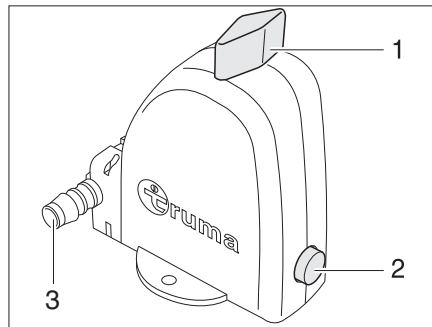

Fig. 307 Valve de sécurité et de vidange du chauffe-eau - Position de fonctionnement
Le chauffe-eau est équipé d'une valve de sécurité et de vidange (Fig. 307). La valve de sécurité et de vidange empêche que l'eau ne gèle dans le chauffe-eau lorsque le chauffage n'est pas allumé en cas de gel.
- ▷ Veiller à ce que la tubulure d'évacuation (Fig. 307,3) de la valve de sécurité et de vidange ne soit jamais obturée (p. ex. par des feuilles, du gel).
- Tourner le bouton rotatif (Fig. 307,1) de 90° parallèlement à la valve de sécurité et de vidange.
Le bouton-poussoir (Fig. 307,2) ressort. Le chauffe-eau est vidé à l'extérieur via la tubulure d'évacuation (Fig. 307,3) de la valve de sécurité et de vidange.
- Tourner le bouton rotatif (Fig. 307,1) de 90° transversalement à la valve de sécurité et de vidange.
- Enfoncer le bouton-poussoir (Fig. 307,2).